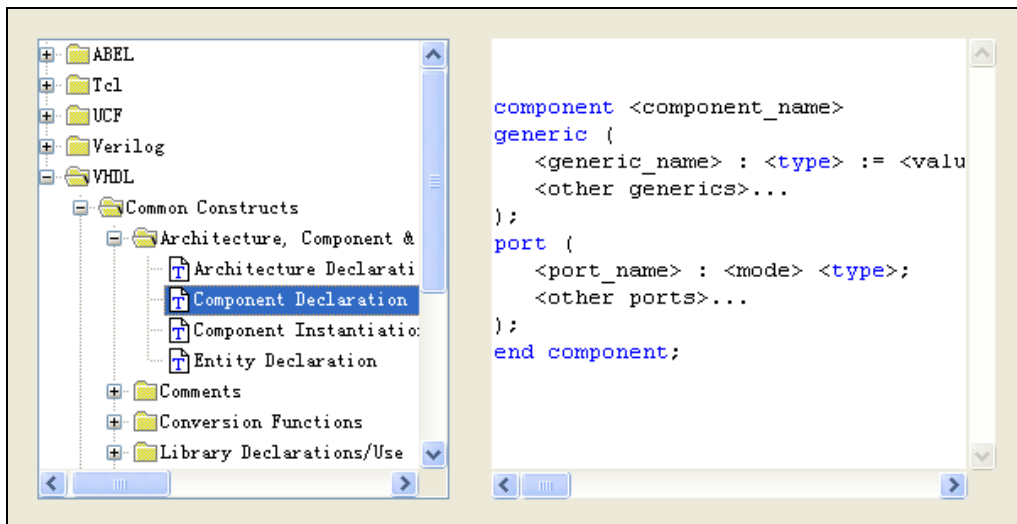

图 2.2 Language Templates 窗口
(1) 启动 ISE，默认打开上次关闭的项目，选择【File】/【New】，在弹出的“New”对话框中选择“Text File”，单击【OK】按钮。
(2) 接下来会打开“HDL Editor”编辑器，编写用户的 HDL 代码。
(3) 输入用户代码后，选择【File】/【Save】，在弹出的对话框中输入文件名，选择保存的文件类型，单击【保存】按钮。保存后的文件会以不同的颜色显示关键字。
(4) 单击【Language Templates】按钮，打开语言辅助模板，如图 2.2 所示。
(5) 从左边选择模板的类型，右边窗口会显示模板的具体内容。
(6) 在用户设计的 HDL 代码中，将光标定位到需要使用模板的位置，回到模板窗口，选择好需要使用的模板，单击【use template in file】按钮，将范例插入到用户的代码中，然后根据需要修改模板范例。